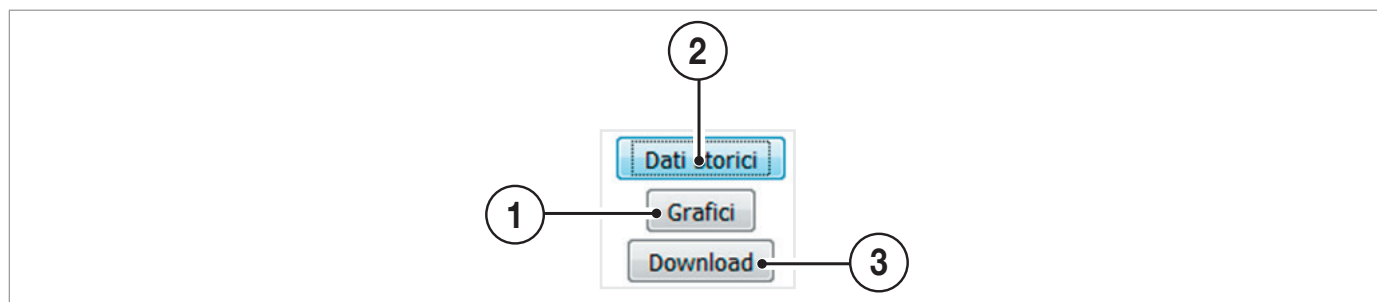

Fig. 5.14. Opciones para visualizar los datos históricos
En “Dati storici (Datos históricos)” puede ver los datos historicizados en formato gráfico (1) o en formato de texto (2) y descargarlos (3), eligiendo uno de los tres submenús disponibles (Fig. 5.14):